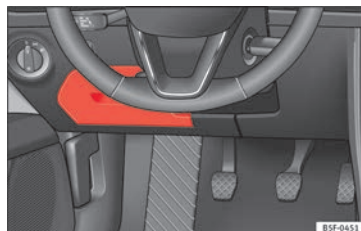

Fig. 101 Sur le tableau de bord côté conducteur : cache du boîtier de fusibles.
• **Ouverture** : rabattez le couvercle vers le bas » **fig. 101**.